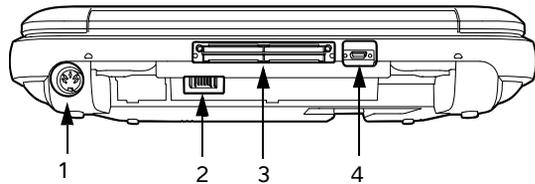

Abbildung 2 Anschlüsse – Systemrückseite:
- 1 Das Gleichstromkabel des Netzteils an den Anschluss am System anschließen. Siehe Abbildung 2 auf Seite 1.